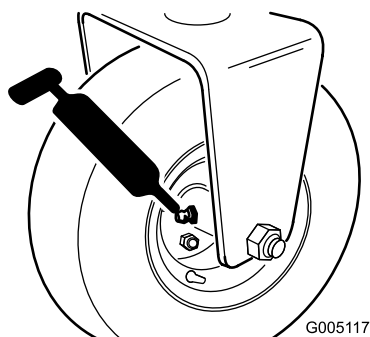

図 39
- ・ 後ローラハブ・アセンブリ (3輪駆動キットを搭載している場合には、後ローラクラッチと外部ボールベアリング；1 か所 (図 39))